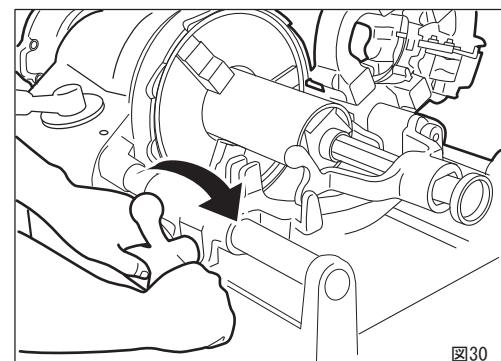

図30
- ④スイッチを入れてパイプを回転させてから送りハンドルでリーマをパイプに押しつけ、パイプが1/2回転以上したらリーマをパイプからはなしてください。これで面取りは完了です。（図30）